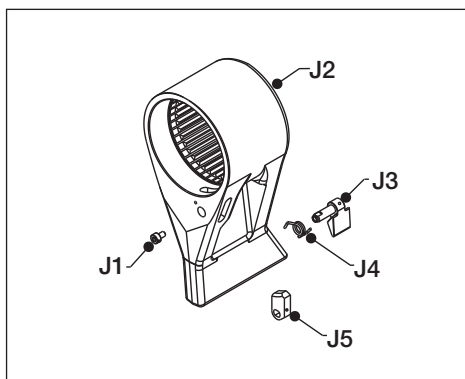

Fig. 26
- Bras de réaction (fig. 26, pièce J2)
5.3.9 Démontage et remontage du loquet du bras de réaction (fig. 26)